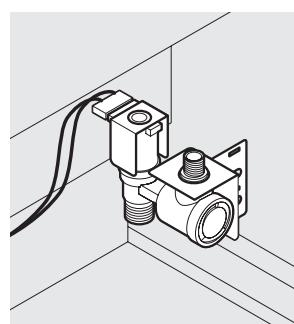

figure 19
- Raccordez le faisceau de câblage au robinet de prise d'eau. Assurez-vous que le raccordement est solide. Voir la figure 19.